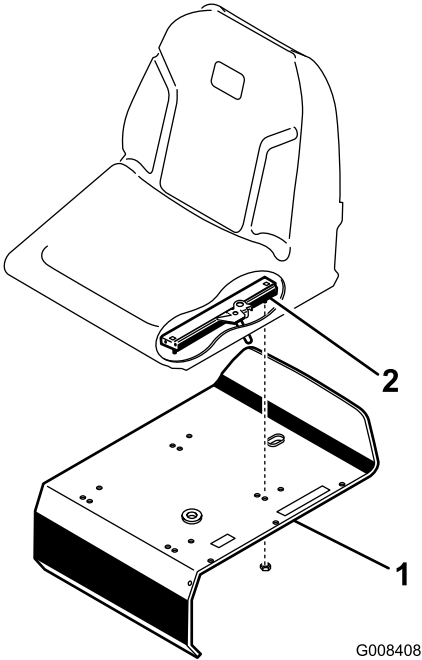

图 3
3. 用散装零件中提供的锁紧螺母（5/16 英寸）将座椅滑轨固定到座椅支架上（图 3）。